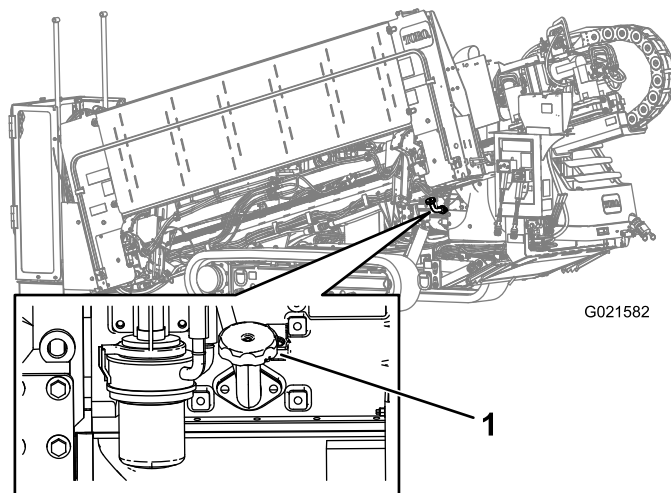

Figure 121
- A. Retirez le bouchon de remplissage (Figure 121) et faites l'appoint d'huile jusqu'à ce que le niveau atteigne le repère supérieur. **Ne remplissez pas excessivement.**